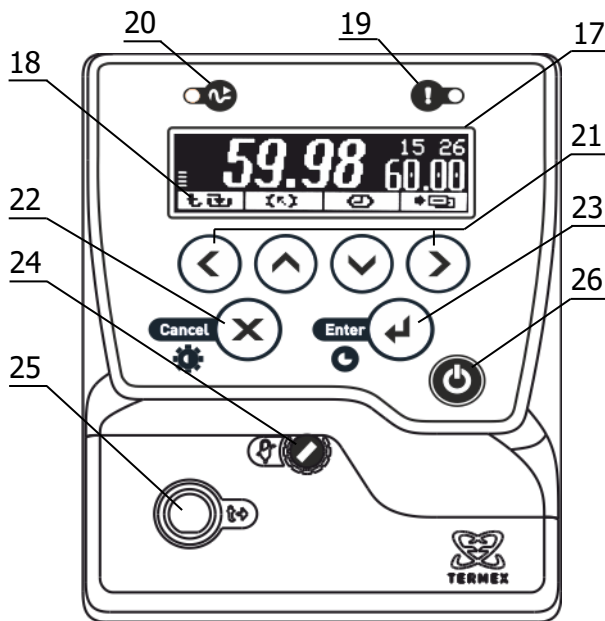

Рисунок 2 – Лицевая панель
Система безопасности блоков регулирования отключает двигатель насоса и нагреватель при срабатывании хотя бы одной из защит или неисправности датчика температуры (1.2.13). При срабатывании системы безопасности раздается звуковой сигнал, загорается индикатор 19 (рисунок 2) и на дисплей 17 выводится информация о причине неисправности.
2.3.1 После подключения сетевого кабеля к электрической сети блок регулирования переходит в режим ожидания. Подключение сопровождается кратковременной подсветкой дисплея 17 (рисунок 2).
2.3.6 Для регулировки яркости подсветки или контраста дисплея нажать кнопку 22 (X), выбрать изменяемый параметр кнопками (▲) и (▼) и установить его значение кнопками (◀) и (▶). Зафиксировать изменение нажатием кнопки 23 (↔) (рисунок 2).
2.7.6 Для выбора уставки в качестве текущей кнопками ( ▲ ) и ( ▼ ) подвести к ней указатель. Значение отмеченной указателем уставки дублируется крупными цифрами в правой части дисплея. Для подтверждения выбора отмеченной уставки нажать кнопку 23 ( ◀ ). Для отмены выбора нажать кнопку 22 ( ✕ ) (рисунок 2).
2.7.7 Для изменения численного значения отмеченной указателем уставки нажать кнопку ( ▶ ). На рамке, обрамляющей значение уставки в правой части дисплея, появятся “засечки”, указывающие на изменяемую позицию в численном значении. Цифра в отмеченной позиции мигает. Нажатиями кнопок ( ▲ ) и ( ▼ ) установить требуемую цифру в отмеченной позиции. Если удерживать кнопку нажатой, значение уставки будет изменяться непрерывно. Нажатиями кнопок ( ◀ ) и ( ▶ ) переместить отметку изменяемой позиции. Дискретность изменения значения уставки зависит от положения изменяемой позиции: если отмечена позиция десятков, то при единичном нажатии кнопки ( ▲ ) или ( ▼ ) значение уставки изменится на 10 °С. Если отмечена позиция десятых долей, то значение уставки изменится на 0.1 °С соответственно. Закончить ввод нового значения уставки нажатием кнопки 23 ( ◀ ). Для возврата к значению уставки до ее изменения нажать кнопку 22 ( ✕ ) (рисунок 2).
2.8.5 После устранения причины срабатывания защиты или ее отключения кнопкой (▶) индикатор 19 (рисунок 2) погаснет. Перевести блок регулирования в рабочий режим нажатием кнопки 23 (←).
2.9.3 Температура срабатывания защиты от перегрева теплоносителя устанавливается вращением регулятора 24 (рисунок 2). Для изменения положения регулятора используйте подходящий инструмент, например, часовую отвертку.